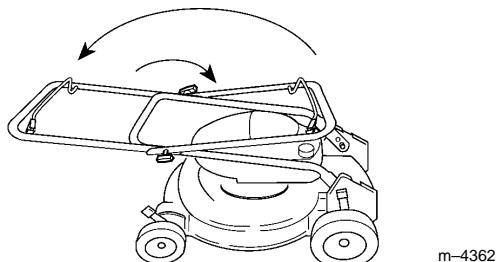

Figure 32
2. Pivoter le mancheron vers l'avant de la tondeuse (Fig. 32).
- Desserrer les boutons de fixation du mancheron supérieur au mancheron inférieur, et replier le mancheron supérieur vers l'arrière de la tondeuse, en position de remisage (Fig. 32).
Remarque : En repliant le mancheron, toujours veiller à ne pas pincer ni coincer les câbles, ni les accrocher aux boutons du mancheron. Ne replier le mancheron que dans le sens illustré (Fig. 32).